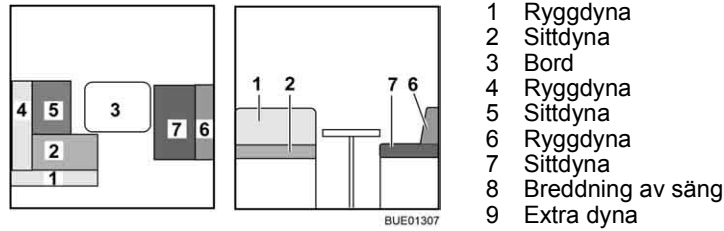

Bild 143 Före ombyggnaden
- Bygg om bordet (Bild 143,3) till sängbotten (se avsnitt 6.11).
- Tag bort ryggdynan (Bild 143,1) och lägg den åt sidan.